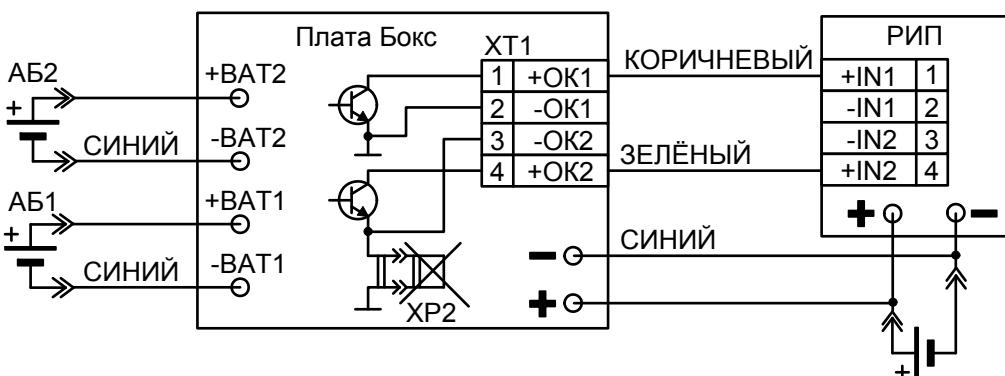

Рис.2
– по интерфейсу, в случае его подключения к РИП имеющие специальные входы (схема подключения Рис.2);
2.2.4 Порядок подключения к РИП (схема Рис.2).
1) Подключить провода кабеля, идущего от интерфейсного разъема XT1 Бокса к соответствующим клеммам РИП согласно схеме приведенной на Рис.2. Неиспользуемые провода заизолировать.
5) Подключить клеммы выходного кабеля, **соблюдая полярность**, непосредственно к выводам АБ, которая устанавливается в источник питания РИП (т.е. параллельно клеммам источника питания, см. рис.2).
2.3.1 Для работы Бокса совместно с приборами, имеющими специальные входы IN1 и IN2, подключение производится по схеме на рис.2. Использование специального интерфейса позволяет управлять работой Бокса, и получать информацию о его состоянии. Это даёт возможность наиболее полно использовать ресурс внутренних АБ Бокса.